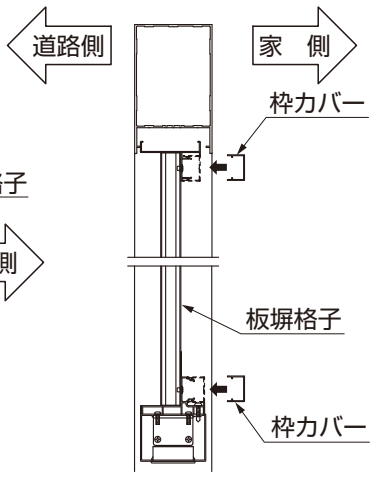

図5-6 A部詳細図
- ③サカバを板塀格子にはめ込んでください。(図5-6参照)